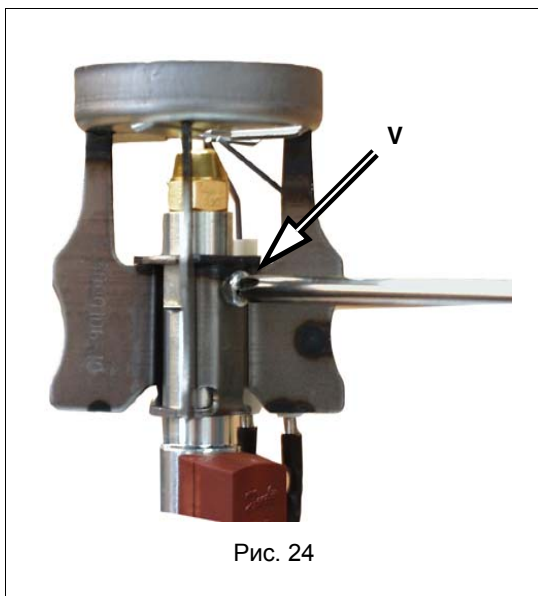
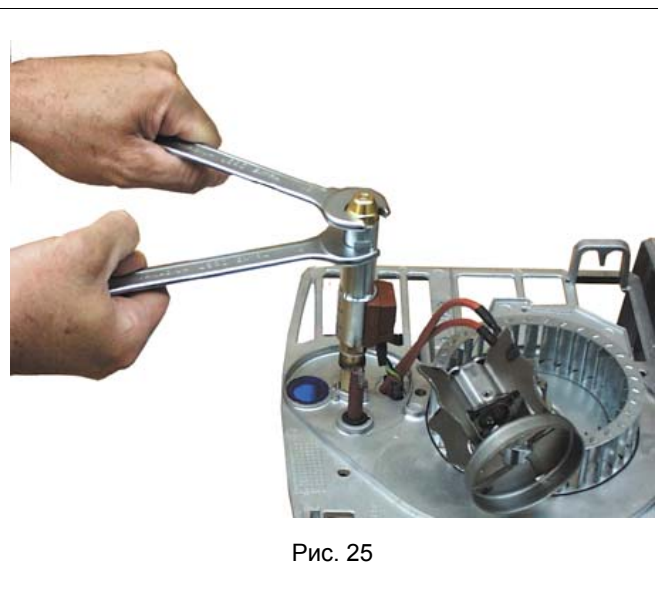

Рис. 24
Рис. 25
- 7 Отвинтить винт V, крепящий голову сгорания, и снять голову с держателя форсунки (Рис. 24 - Рис. 25).
⚠ Установить на место голову сгорания, соблюдая, измеренный ранее, размер А, не забывая застопорить винт V (Рис. 24).